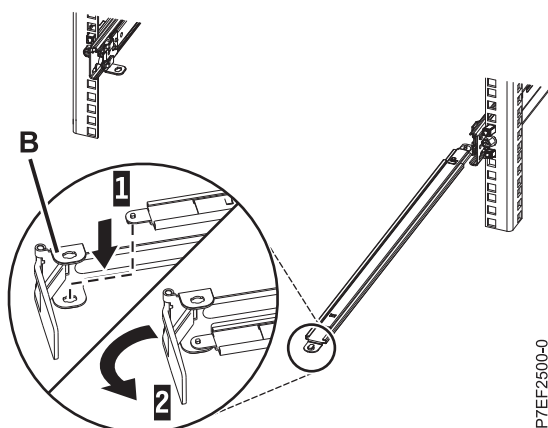

図 11. サポート・アームへのケーブル・マネジメント停止ブラケットの固定
3. L 字型のケーブル・マネジメント停止ブラケット (B) の下部内側の隅にある穴を見つけます。サポート・アーム先端の下面にあるロック用タブがブラケットの穴の位置に合うように、サポート・アームの接続されていない端の位置を合わせます。タブを穴 (1) に挿し込み、ブラケット (2) を回して、サポート・アームに固定します。詳しくは、図 11を参照してください。